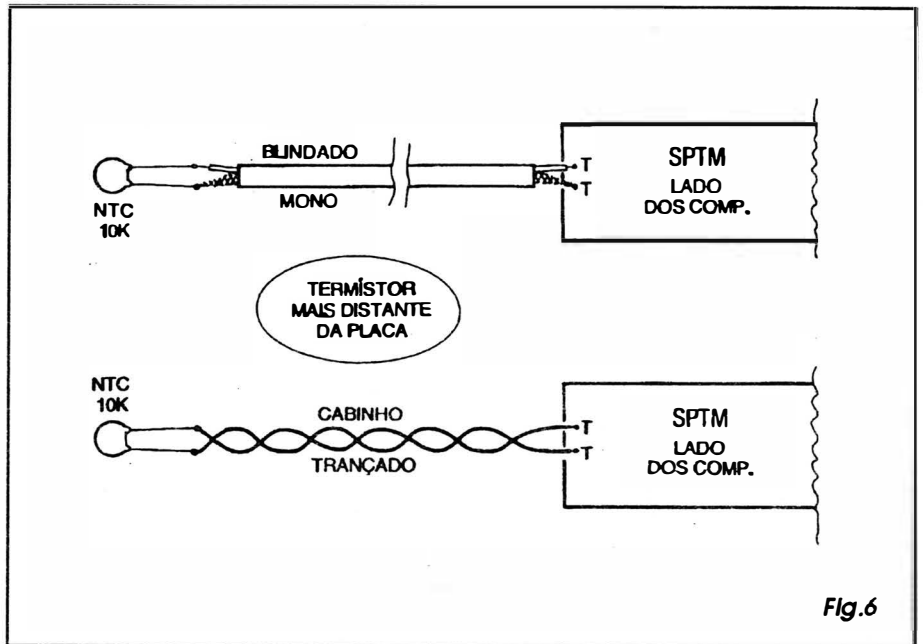

Fig.6
- FIG. 6 - OUTRAS OPÇÕES PARA CONEXÃO DO TERMO-SENSOR... -